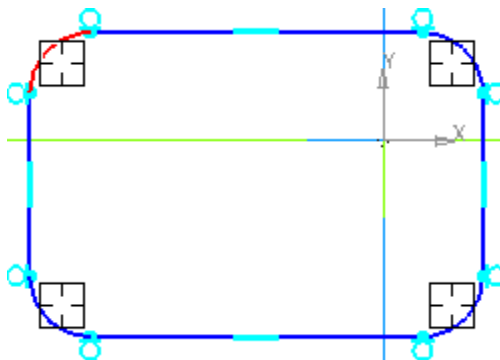

Рисунок 8.
- Укажите курсором оставшиеся три дуги (рис. 8).